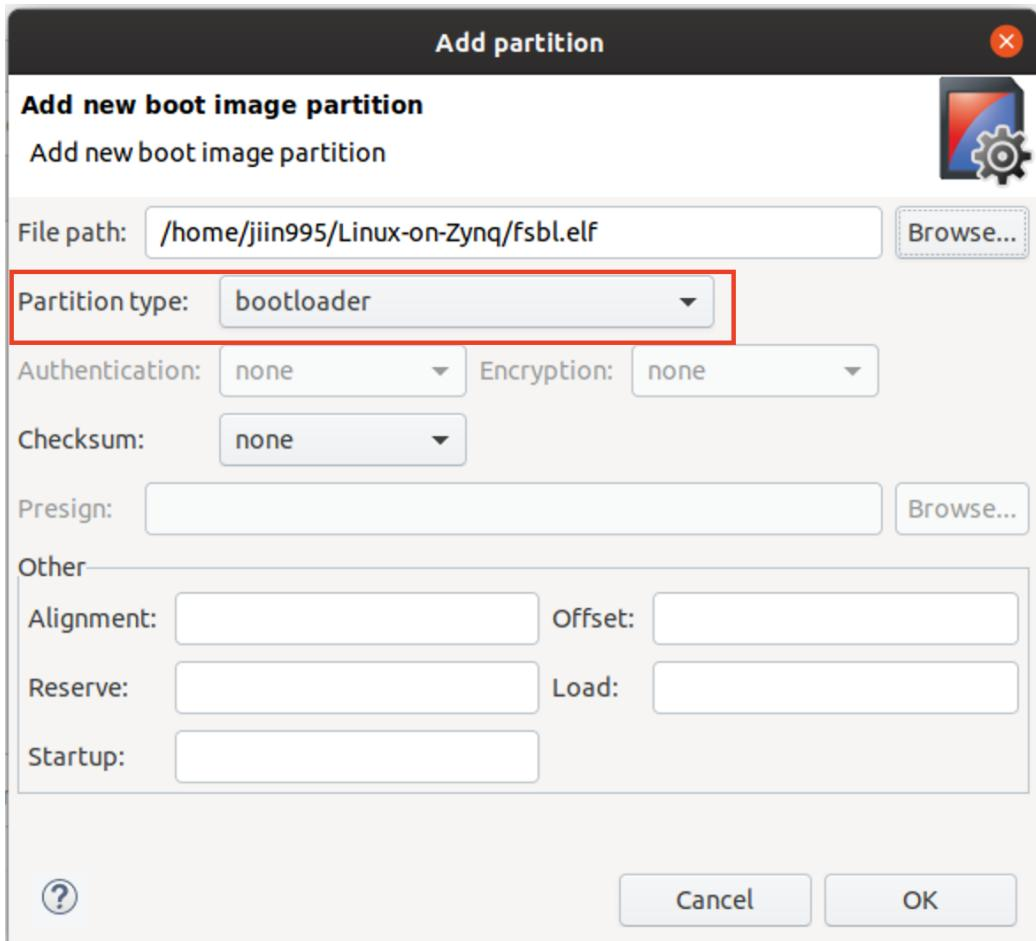

Figura 4.2: Aggiunta di FSBL al boot image
4. In **boot image partitions** cliccare sul pulsante **Add** e aggiungere il file **fsbl.elf**, assicurandosi che sotto la voce **Partition type** sia presente **bootloader**, come in Figura 4.2;